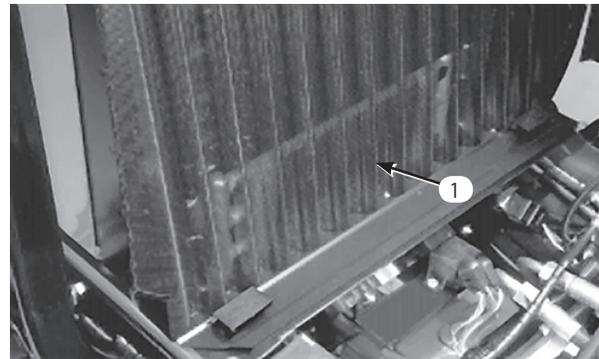

図52
2. クランプをゆるめ、スクリーンを引き上げて傾ける(図52)。スクリーンを圧縮空気ですていねいに洗浄する。